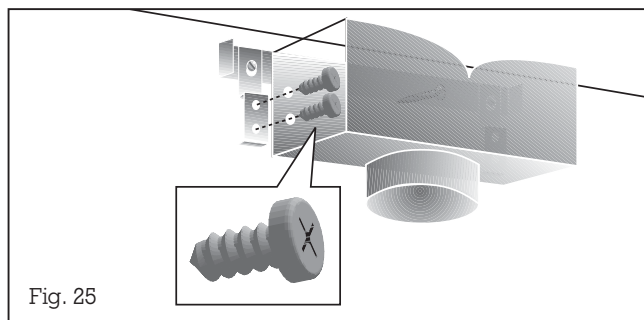

Fig. 25
- Assemblate l'alloggiamento per il convogliamento aria ed avvitatelo sui 2 angoli di supporto (Fig. 25).
- Incollate le (8) strisce di tenuta fornite in dotazione intorno alle fessure per l'aria previste sul rivestimento superiore del camino.